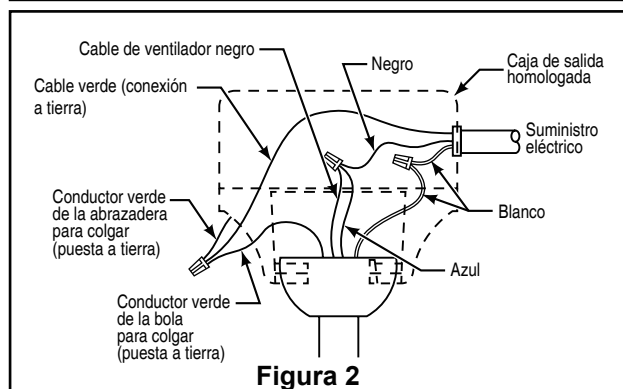

Figura 2
- ☐ 1. Conecte el conductor verde con conexión a tierra de la bola para colgar y el conductor verde con conexión a tierra de la abrazadera para colgar al conductor de suministro con conexión a tierra (posiblemente un conductor desnudo o un cable con aislante verde). Conecte los cables a los conectores provistos de forma segura. Conecte el conductor blanco. (Figura 2)
- ☐ 2. provistos de forma segura. Conecte el conductor blanco del motor del ventilador al conductor blanco (neutro) mediante el conector provisto de forma segura. Conecte el conductor negro del motor del ventilador y el conector azul al conductor negro mediante el conector provisto de forma segura. (Figura 2)